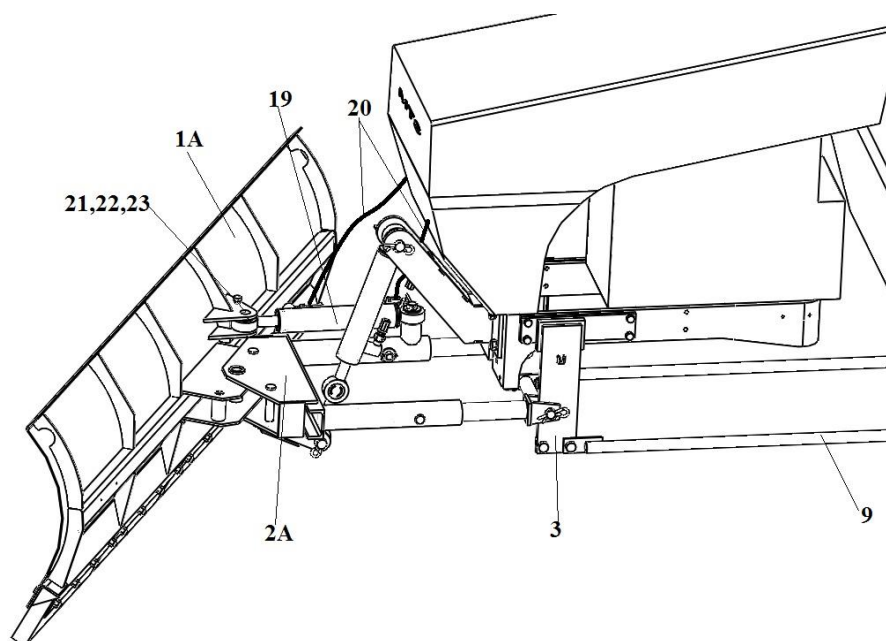

Рис.4 КО320-2, 0.ГП с гидроповоротом
2.4.3 Поворот плужного отвала КО320.ГП осуществляется с помощью гидроцилиндра поворота рис. 4 (19)
2.8.10 Для отвала с гидроповоротом (рис.4) полости гидроцилиндра поворота соединить с гидросистемой трактора при помощи двух РВД (20), штуцером переходным и тройником в сборе.